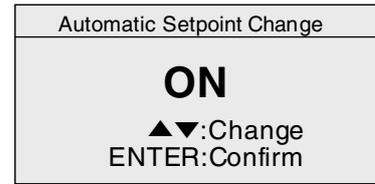

Fig. 1 (Pantalla de configuración anterior)
Paso 2. Seleccione "ON" y presione la tecla  para determinar, entonces aparecerá la pantalla de configuración anterior (Fig. 1).